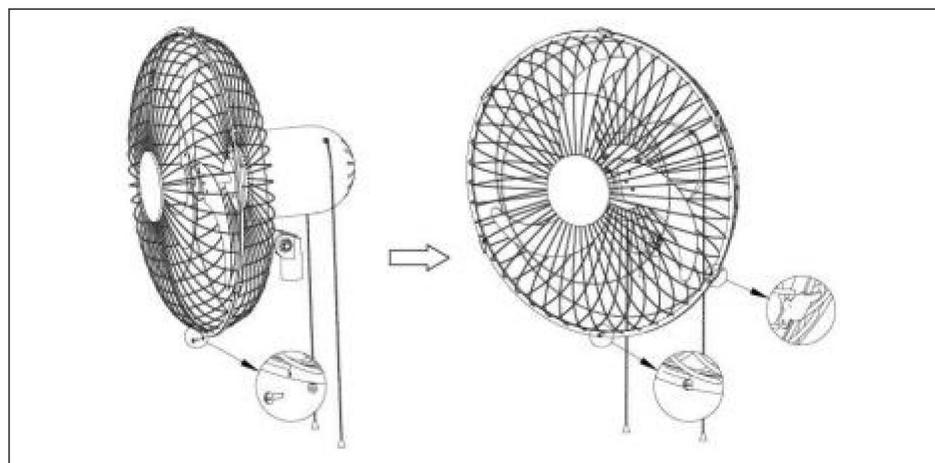

Fig. 7.
3). Rikta in skruvhålen längst ner på det främre och bakre gallret, fäst sedan knapparna på toppen av det främre gallerhöljet till det bakre gallrets lock, fäst alla gallerskyddsknappar och lås slutligen säkerhetsskruvorna(18). Se den (fig. 7.)